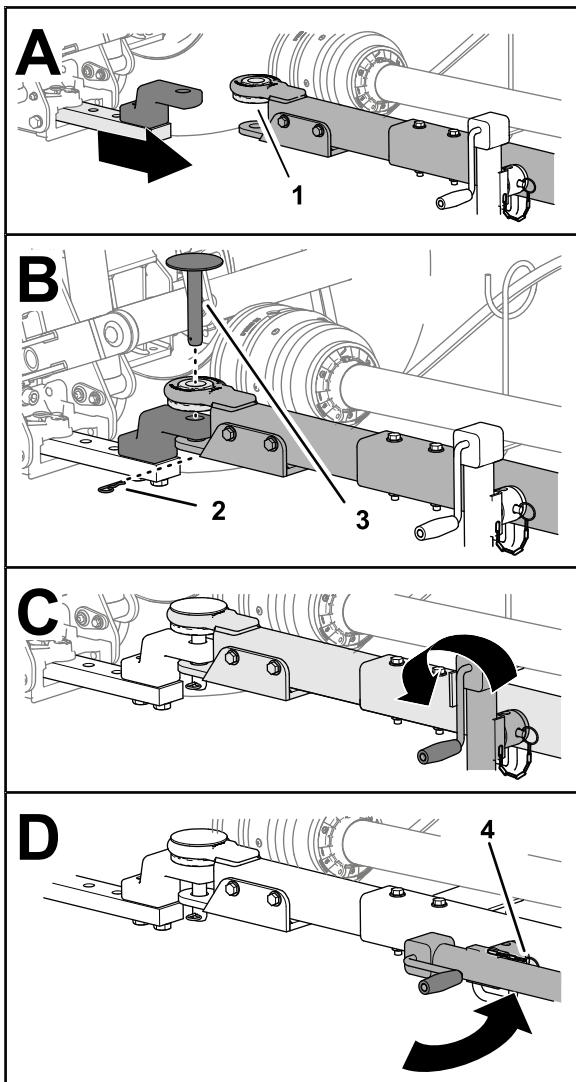

Bild 29
- Wenn Ihr Mäher über eine Bolzen-Deichsel verfügt, stecken Sie den Kupplungsstift durch die Löcher in der Deichsel und Zugstange und sichern Sie den Stift mit dem Splint (Bild 29).
- Heben Sie den Deichselheber vollständig an (Bild 29).
- Entfernen Sie den Stift der den Deichselheber an der Deichsel sichert, schwenken Sie den Deichselheber in die horizontale Stellung und sichern Sie den Deichselheber mit dem Stift (Bild 29) an der Deichsel.